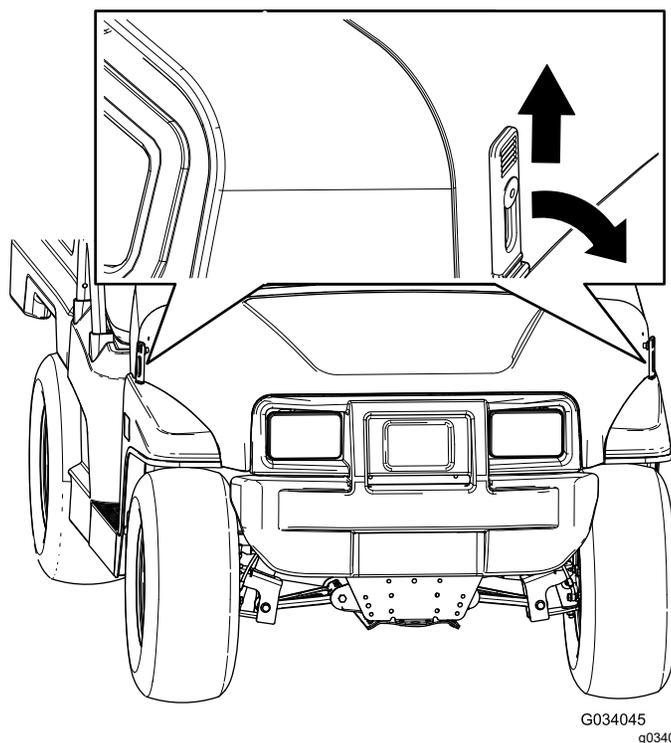

Рисунок 23
1. Поднимите ручки резиновых защелок с каждой стороны капота (Рисунок 23).
2. Закрепите капот, совместив резиновые защелки с фиксаторами защелок с каждой стороны капота (Рисунок 23).